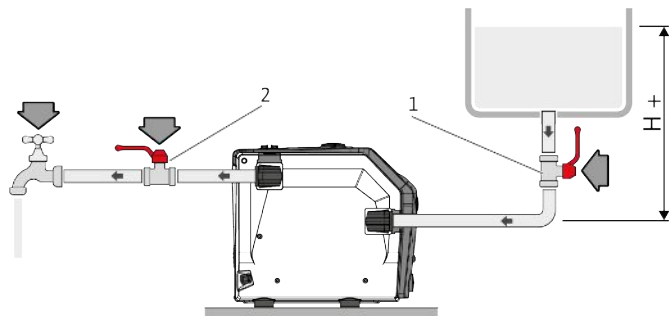
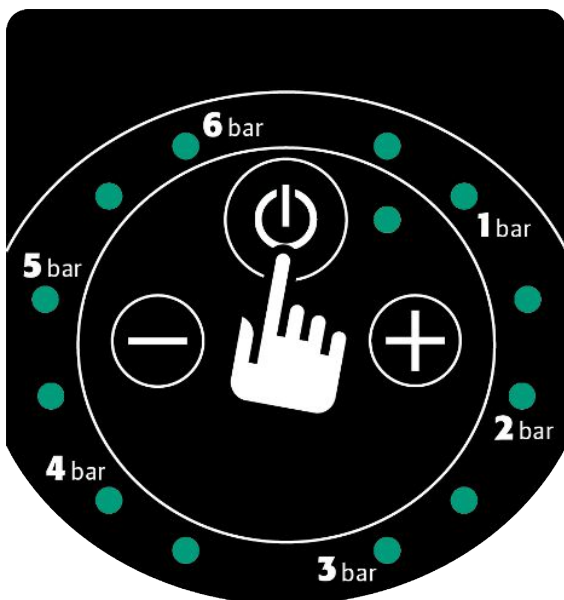

Fig. 8: Prevádzka pri zaťažení
Fig. 11: Ovládacie tlačidlo ZAP/VYP
1. Ak je výrobok nainštalovaný v režime zaťaženia (Fig. 8), stlačte raz ovládacie tlačidlo ZAP/VYP (Fig. 11).
2. Stlačte ovládacie tlačidlo „ZAP/VYP“ na ovládacom paneli (Fig. 11).